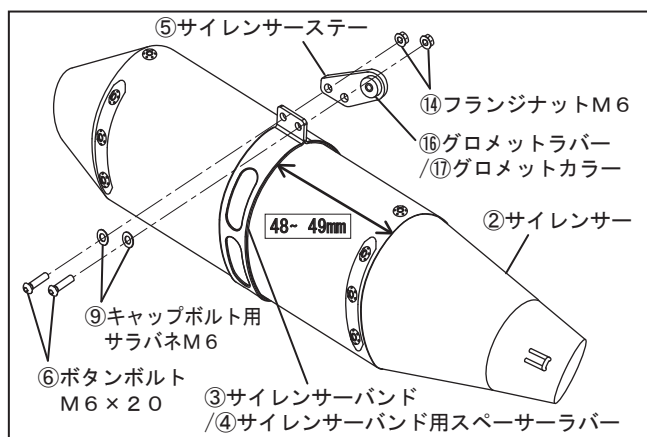

FIG. 7
7. ⑤サイレンサーステーに⑬グロメットラバーと⑬グロメットカラーを取り付けて下さい。次に、③サイレンサーバンドに④サイレンサーバンド用スペーサーラバーを取り付けてから②サイレンサーに通し、⑥ボタンボルトM6×20、⑨キャップボルト用サラバネM6、⑭フランジナットM6を使用して、サイレンサーカバー前端から48～49mmの位置で⑤サイレンサーステーを仮締めして下さい。(FIG. 7, 8参照)